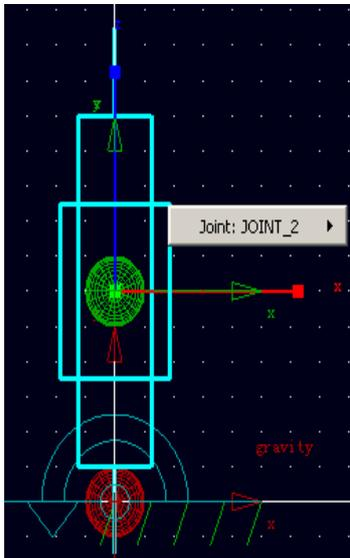

图 3-3 在球体 (PART_3) 上创建移动副
3.3 在 **ADAMS/View** 约束库中选择移动副 (**Joint: Translational**) ，参数选择为 **“2 Bod-1 Loc”** 和 **“Pick Feature”**，鼠标左键先点击点 (0, 60, 0) 处的球体 (**PART_3**)，然后点击原点处的球体 (**PART_2**)，最后在球体 (**PART_3**) 中心点击鼠标右键，在弹出 **Select** 对话框中选择 **“PART_3.cm”**，然后点 **“OK”** 确定，就会出现白色的箭头，移动光标，使箭头指向 **Y** 轴的正方向后点击鼠标左键，从而在球体 (**PART_3**) 上成功创建移动副 (**Joint:JOINT_2**)，如图 3-3 所示